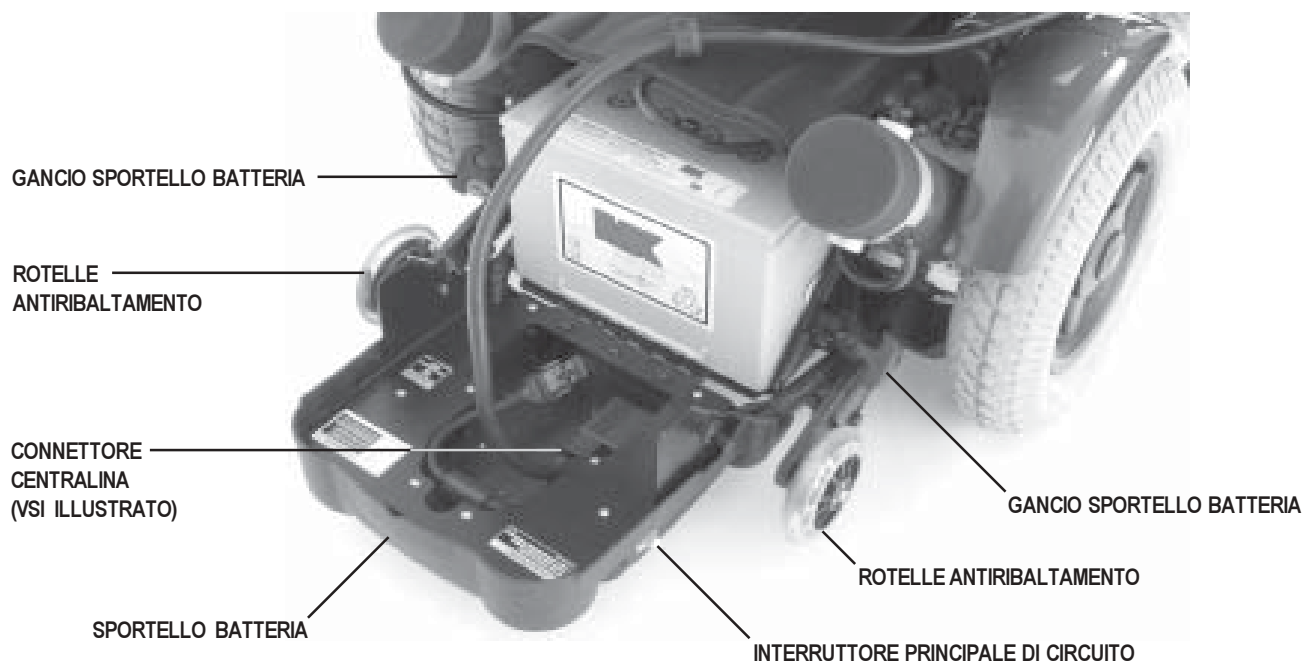

Figura 6. La base di alimentazione della Vibe (Vista posteriore - sportello batterie giù)
I componenti elettrici sono ubicati sullo sportello della batteria, sul retro della base elettronica. Vedere figura 6.
2. Aprire lo sportello della batteria e scollegare il connettore della centralina dal retro della base di alimentazione. Vedere la figura 6.